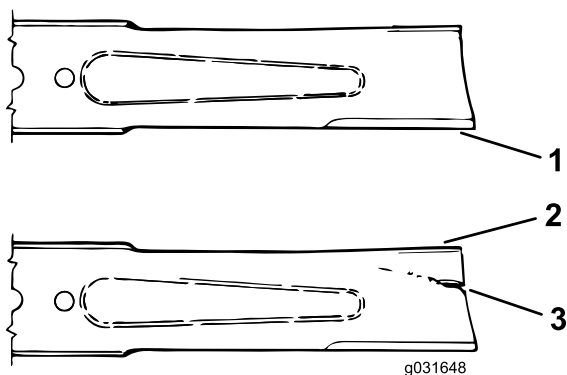

Figura 75
3. Examinați cu atenie capetele de tăiere ale lamei, în special acolo unde se întâlnesc părțile plate i curbate ale lamei (Figura 75).